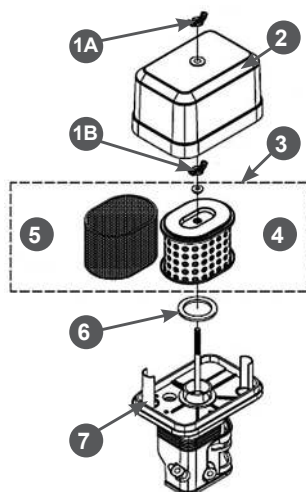

Рис. 22. Обслуживание воздушного фильтра
1. Открутите барашковую гайку 1А и снимите крышку 2 воздушного фильтра (Рис. 22).
2. Открутите барашковую гайку 1В и извлеките из корпуса воздушный фильтр 3 в сборе (Рис. 22).
3. Проверьте целостность и чистоту фильтрующих элементов. Поролоновый (предварительный) фильтрующий элемент 5 установлен на корпусе бумажного фильтрующего элемента 4 (Рис. 22).
4. При незначительном загрязнении промойте поролоновый фильтрующий элемент 5 (Рис. 22) теплым мыльным раствором и просушите. Поврежденный или сильно загрязненный поролоновый фильтрующий
6. Произведите очистку крышки 2 и корпуса 7 воздушного фильтра (Рис. 22), не допуская попадания пыли и грязи в воздуховод, ведущий к карбюратору.
8. Перед установкой воздушного фильтра 3 убедитесь, что уплотнительное кольцо 6 воздушного фильтра находится на месте и не имеет повреждений (Рис. 22).